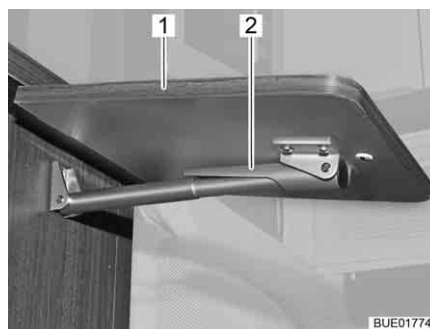

Fig. 75 Table pliante/surface de travail, déverrouillée
- Soulever légèrement la table pliante/surface de travail (Fig. 75,1). De l'autre main, faire basculer la fixation (Fig. 75,2) du support télescopique vers le haut.